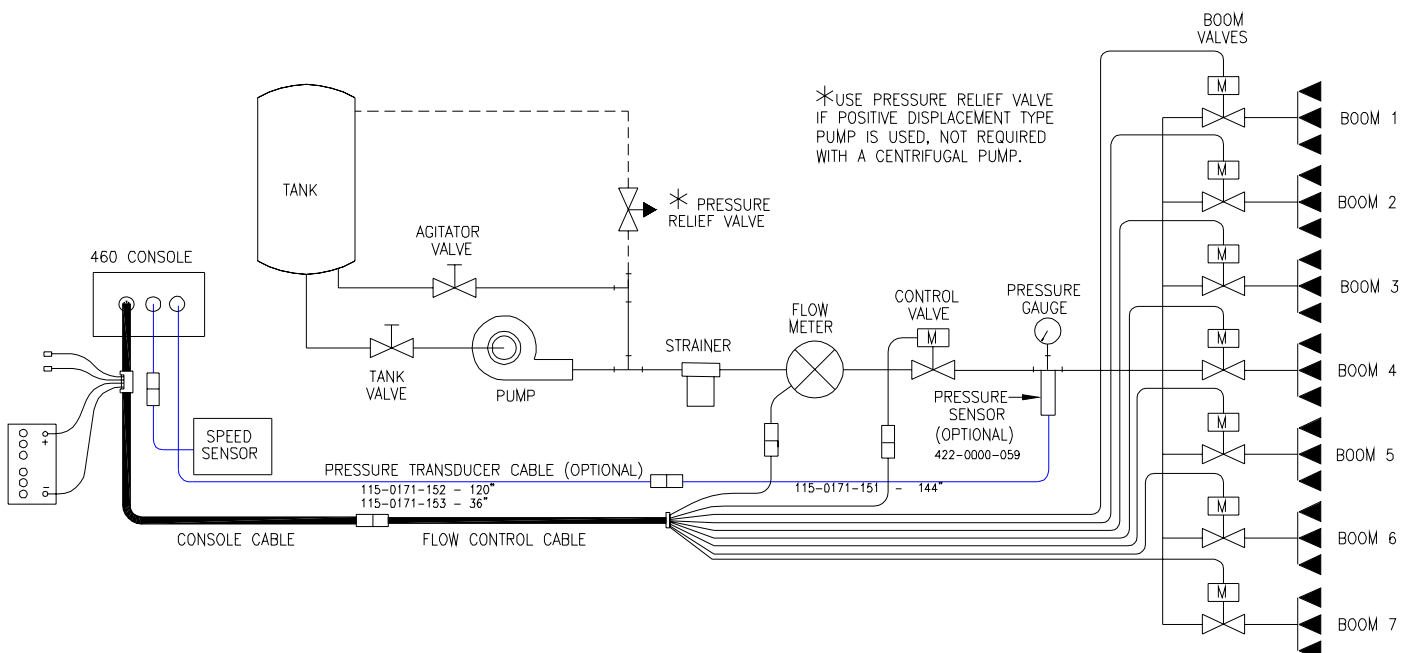

Abb. 4
- 1) Den Mengenregler im Bereich der Auslegerventile gemäß **Abb. 4** befestigen. Jeder Durchfluss durch den Mengenregler darf nur zu den Auslegern gehen, d.h. keine Rücklaufleitung zum Tank oder zur Pumpe nach dem Mengenregler.